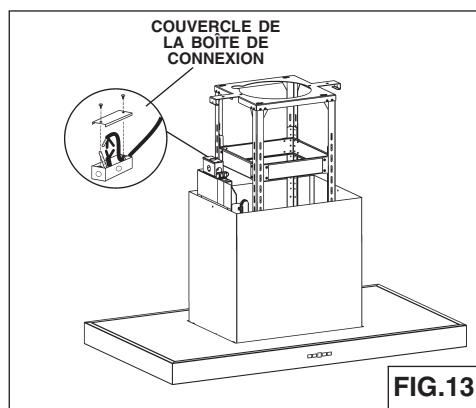

FIG.13
1. Enlevez le couvercle de la boîte de connexion électrique. Ouvrez un trou de la boîte de connexion électrique (Fig.13).